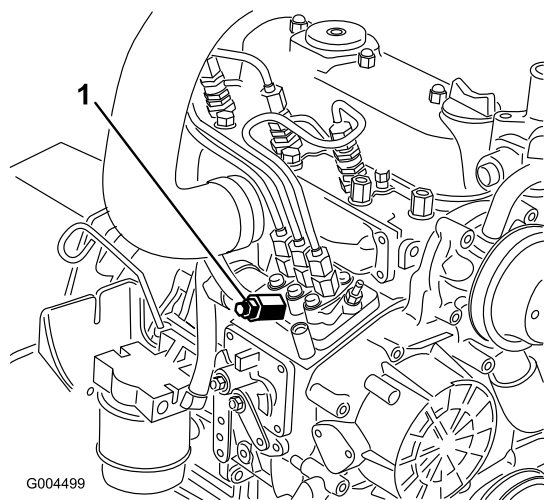

Figure 63
3. Placez un chiffon sous la vis de purge d'air sur la pompe d'injection et ouvrez-la (Figure 63).